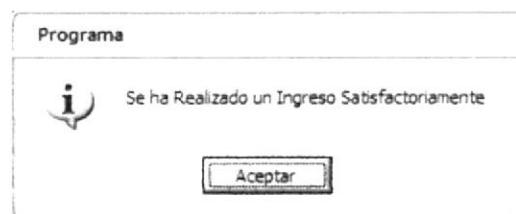

Figura 3.77 Mensaje de Ingreso de Asignación de Precios
8. Si se ha realizado el ingreso o modificación aparecerá el mensaje (Ver figura 3.77)